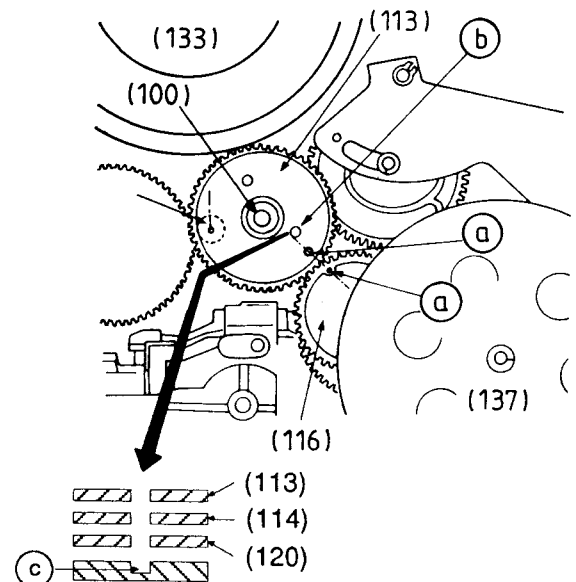
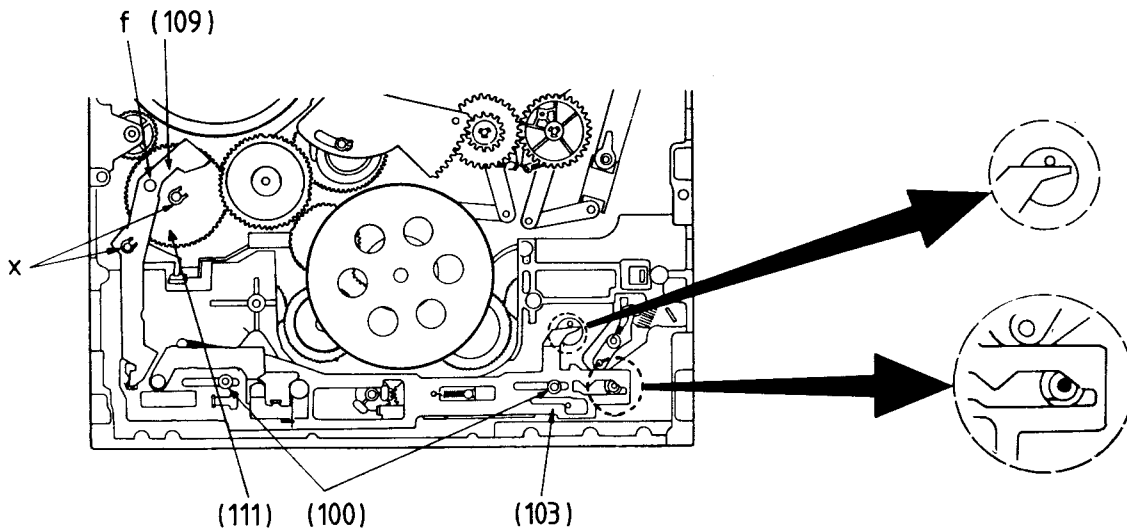

Fig. 49
Fig. 50
9.4 Steuerrad (113)
- Steuerrad (113) so auf das Zwischenrad (114) stecken, daß das Markierungsloch (a) des Steuerrades (113) dem Markierungsloch (a) des Kupplungsrades (116) gegenübersteht und die Markierungslöcher (b) des Steuerrades (113), (b) des Zwischenrades (114), (b) des Ringrades (120) und (c) des Laufwerks übereinanderliegen (Fig. 49).
- Sicherungsring (100) montieren.
9.4 Drive Gear (113)
- Fit the drive gear (113) onto the Intermediate Gear (114) so that the marked hole (a) on the Drive Gear (113) is aligned towards the marked hole (a) on the Clutch Disk (116), and the marked holes (b) on the Drive Gear (113), marked hole (b) on the Intermediate Gear (114), marked hole (b) on the Ring Gear (120) and the marked hole (c) on the mechanics lie accurately over each other (Fig. 49).
- Fit the Securing Ring (100).
9.5 Hauptsteuerschieber (103), Steuerhebel (109)
- Hauptsteuerschieber (103) einsetzen und mit den Sicherungsringen (100) befestigen (Fig. 50).
- Steuerhebel (109) so einbauen, daß dessen Steuerbolzen "f" in die Steuerkurve des Kurvenrades (111) eingreift.
9.5 Main Control Lever (103), Control Lever (109)
- Fit the Main Control Lever (103) and secure with the securing ring (100) (Fig. 50)
- Fit the Control Lever (109) so that the Drive Bolt "f" engages with the cam curve of the Cam Gear (111)